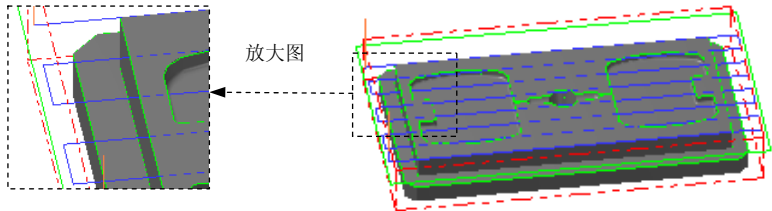

图 20.26 刀具路径
(1) 在“曲面精加工平行铣削”对话框中单击**精加工平行铣削参数**选项卡，在**大切削间距 (M)**文本框中输入值 10；单击**间隙设置 (G)...**按钮，在**切线的长度**文本框中输入 12，然后单击**✓**按钮。
Step6. 单击“曲面精加工平行铣削”对话框中的**✓**按钮，完成加工参数的设置，此时系统将自动生成图 20.26 所示的刀具路径。